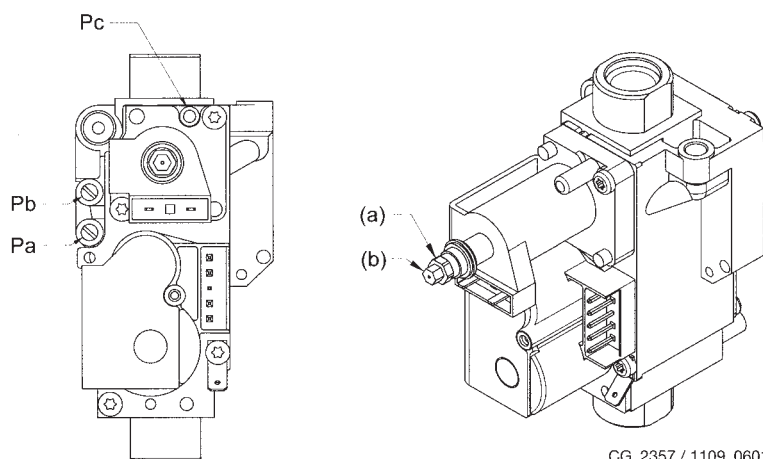

Figura 10
- Conectați priza de presiune pozitivă a unui manometru diferențial (dacă e posibil, pe bază de apă) la priza de presiune (Pb) a valvei de gaz (Figura 10). Numai pentru modelele cu cameră etanșă: conectați priza negativă a manometrului la un racord în "T" care să permită conectarea împreună a prizei de compensare a centralei, a prizei de compensare a valvei de gaz (Pc) și a manometrului. (Aceași măsurătoare poate fi efectuată prin conectarea manometrului la priza de presiune (Pb) după ce a fost scos panoul frontal al camerei etanșe.) O măsurare a presiunii la arzătoare efectuată prin metode diferite de cele descrise s-ar putea dovedi eronată, întrucât nu ar ține cont de presiunea joasă creată de ventilator în camera etanșă.
- verificați ca presiunea dinamică de alimentare a centralei, măsurată la priza de presiune (Pa) a valvei de gaz (Figura 10) să fie cea corectă (30 mbar pentru propan sau 20 mbar pentru gaz natural).